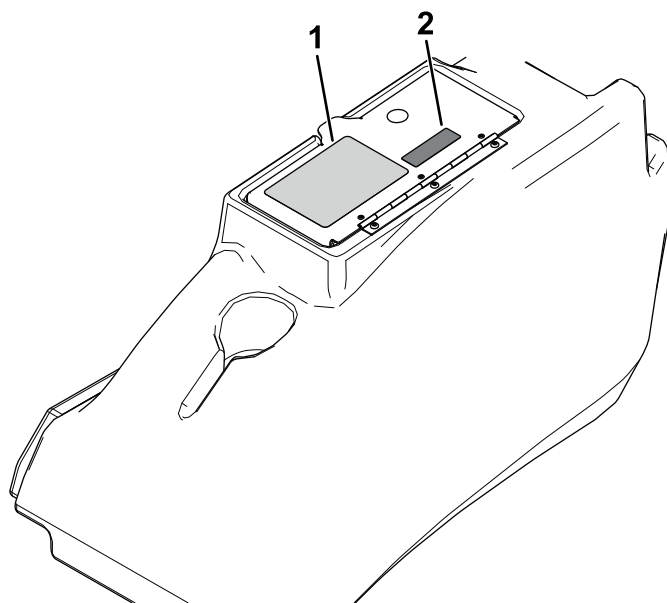

Figure 11
17. Apposez l'autocollant du capteur de pente juste à côté de l'autocollant de stabilité de la machine sur le couvercle du boîtier de rangement (Figure 11).